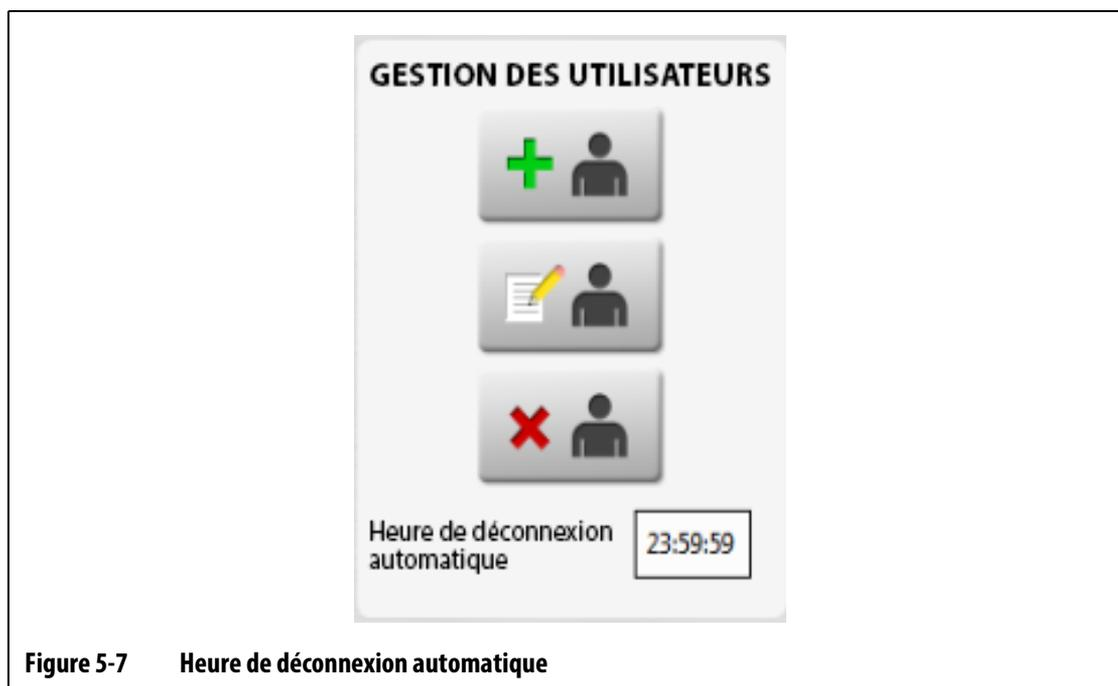

Figure 5-7 Heure de déconnexion automatique
3. Appuyez sur le champ **Temps de déconnexion automatique** et saisissez la valeur de temps souhaitée dans la fenêtre de dialogue. Veuillez-vous reporter à Figure 5-7.